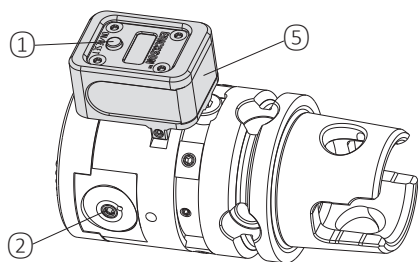
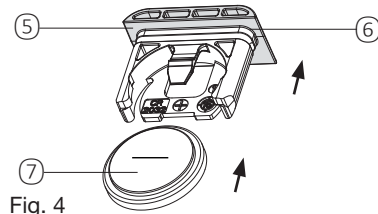

Fig. 2
Fig. 4
Sostituzione della batteria (Fig. 2, 4)
Per sostituire, estrarre il vano batteria ⑤ (Fig. 2, 4) dall'unità di lettura, rimuovere la vecchia batteria e smaltirla correttamente. Inserire la nuova batteria nel modo corretto rispettando le polarità Fig. 4. Quindi far scorrere il vano batteria completamente all'interno dell'unità di lettura.